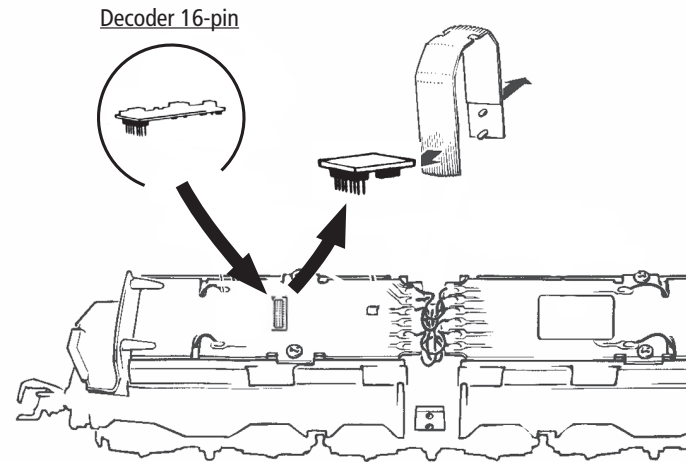

Fig. 5
Ausführung für Wechselstrom: siehe Fig. 5
A.C. operation: see fig. 5
voir fig. 5